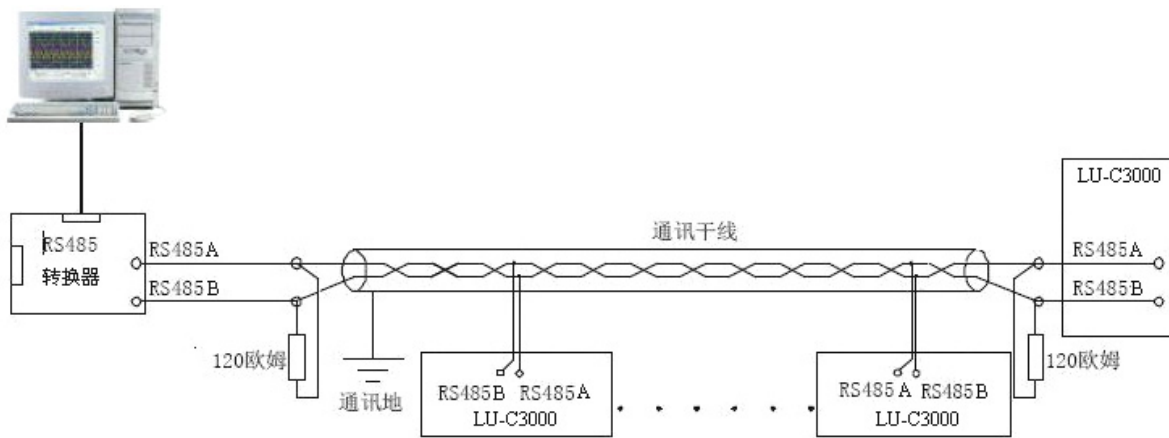

图5.2 RS485通讯接口方法
**硬件连接：**LU-R/C3000或LU-R/C2100无纸记录仪的RS485通讯线采用三芯屏蔽线，其一端通过RS232/485转换模块接到计算机的串行通信口，另一端接到记录仪接线端子的1（B）和3（A）脚上。其连接方式见图5.2。